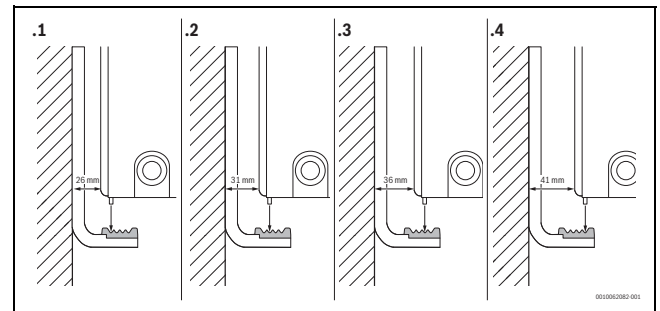

Bild 13 Befestigungsoptionen Typ 21, 22 und 33 für VC-, VCM-, A- und C-Profil/Plan-Heizkörper
- ▶ Heizkörper an den Wandkonsolen befestigen. Unten anfangen (→ Abb. 13).
- ▶ Von der Verwendung der vierten Kerbe (→ Abb. 13) für die genannten Heizkörper in Verbindung mit der Anforderungsklasse 3 - AK3 wird abgeraten.